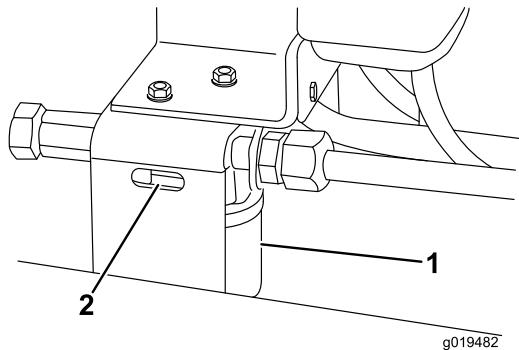

図 78
2. フィルタ容器の周辺をウェスできれいにぬぐう。フィルタ図78の取り付け部周辺をきれいにふき、下に廃油受けを置いてフィルタを外す。